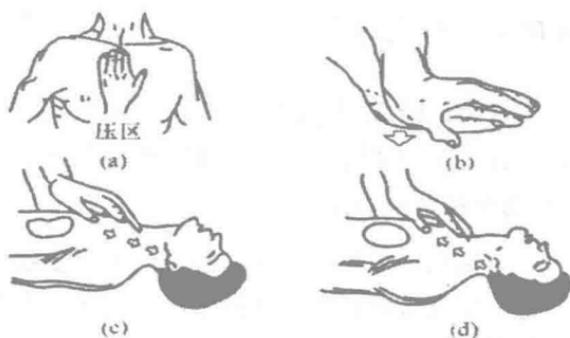

图 1-6 胸外心脏挤压法
(2) 对有呼吸而心脏停跳(或心跳不规则)的触电者，应采用胸外心脏挤压法进行抢救。胸外心脏挤压法如图 1-6 所示。